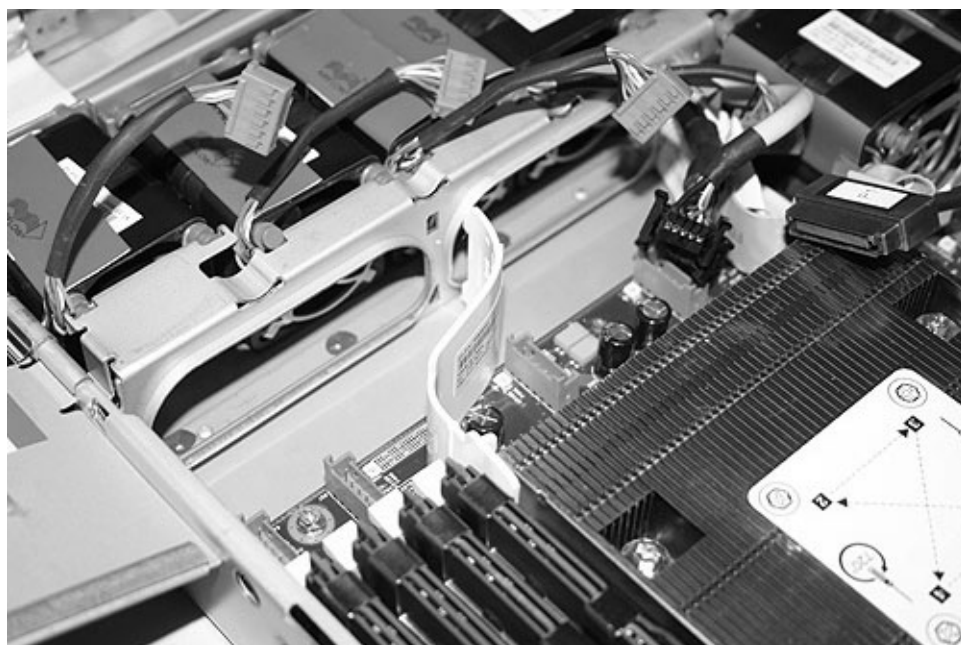

図 275. SAN ポリューム・コントローラー 2145-8G4 システム・ボード上の右側エア・バッフル
11. 右側エア・バッフルを取り外します (図 275 を参照)。最初に、エア・バッフルを右方に引いてから、コネクタを装置の後方に押し、サポート・レールから解放します。次に、バッフルを前方に引いてから上方に引き上げて、クリップをシステム・ボードから解放します。最後にバッフルを持ち上げて外します。